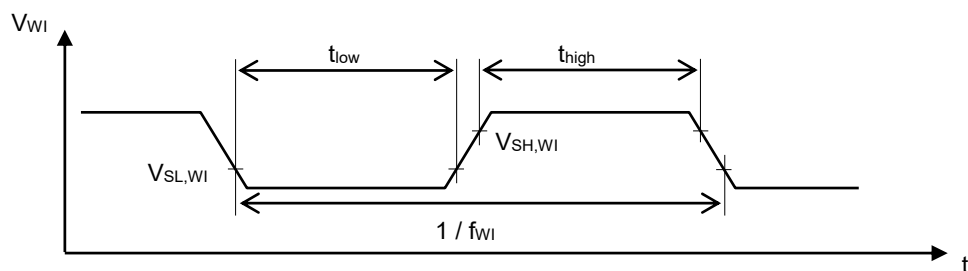

図6
- *2. 図6の条件を満たす立ち上がりエッジをWI端子に入力した場合、ウォッチドッグタイマはトリガを検出します。
ウォッチドッグタイマの監視対象から入力される信号は、図6の条件を満たすようにしてください。